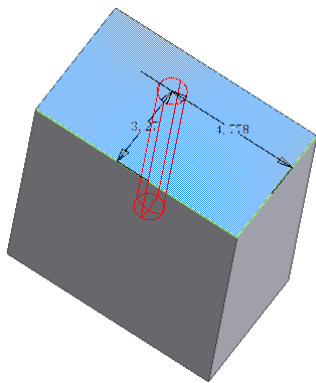

图 3-18 “线性”方式打孔示意图
(2) 【线性】方式：该方式根据两条线性边在面上创建孔。如果选择了【线性】方式，在【放置尺寸】框中将出现选择【面】以及两个【引用】按钮。单击【面】按钮则选择要放置孔的面。单击【引用 1】按钮选择用于标注孔放置尺寸的第一条线性引用边，单击【引用 2】按钮选择用于标注孔放置尺寸的第二条线性引用边。当选择了两个引用之后，与引用相关的尺寸会自动显示，可单击该尺寸以进行修改。图 3-18 所示为线性方式下的打孔示意图。